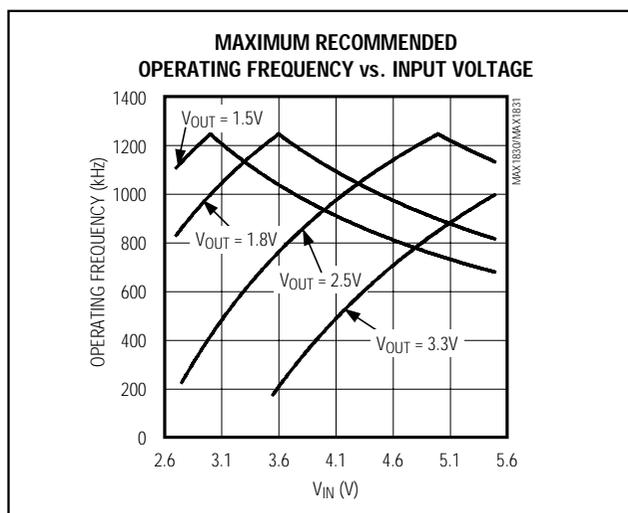

図3. 推奨最大動作周波数対入力電圧
- 1) 希望するPWMモードスイッチング周波数を選択して下さい；開始点として1MHzがよいと思います。最大動作周波数については図3を参照して下さい。